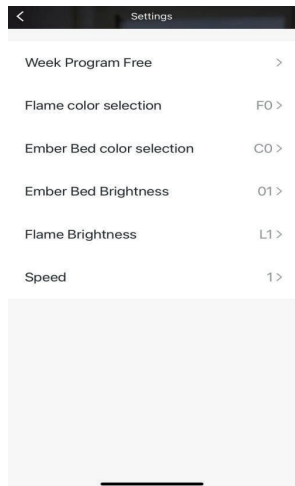

imagen 9
4. Pulse el botón de ajuste para entrar en “Plan semanal”, “Ajuste del color de la llama”, “Ajuste del color del carbón”, “Brillo del lecho de brasas”, “Brillo de la llama” y “Ajuste de la velocidad”, como se muestra en la fig. 9.